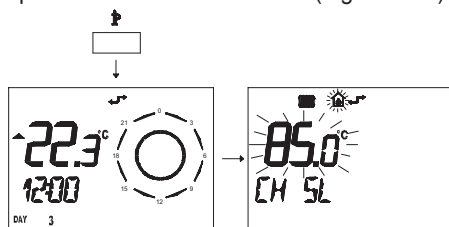

Figura 5.51
- Premere per più di 3 secondi il pulsante per entrare in modalità INFO (Figura 5.51).